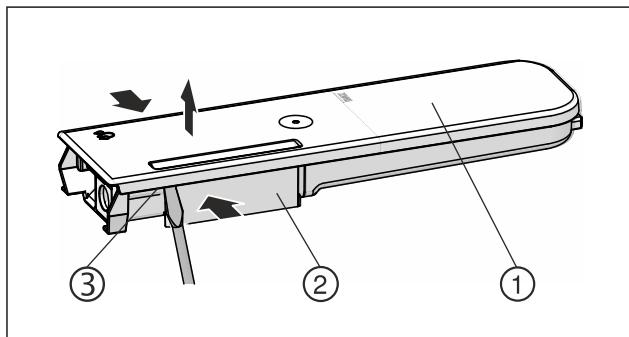

Fig. 146
- Стиснете резервоара за вода Fig. 146 (2) и внимателно откачете и изтеглете нагоре капака Fig. 146 (1) над фиксиращите палци Fig. 146 (3).
- Раздвижете капака Fig. 146 (1) леко напред-назад и го свалете нагоре.